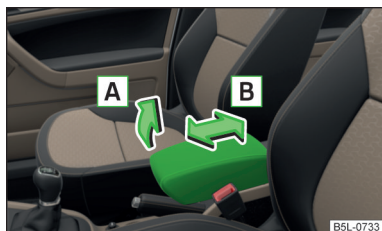

Fig. 59
- Pour régler la hauteur, soulevez l'accoudoir dans le sens de la flèche **A** dans l'une des cinq positions d'encliquetage » fig. 59.